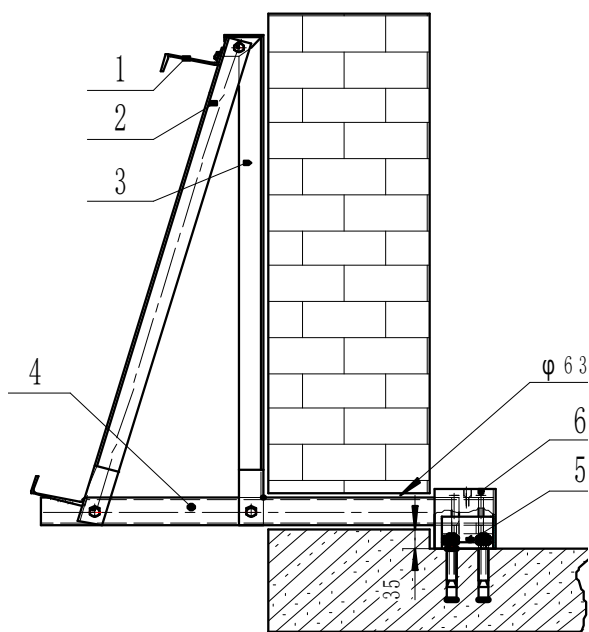

图 3
如果墙体为非承重墙时，可采用图 3 的安装方式：
3) 用水钻在离地面上支架底座的安装面中心线上 35mm 处开 63mm 的孔，供支架穿过（底座安装见图 3）